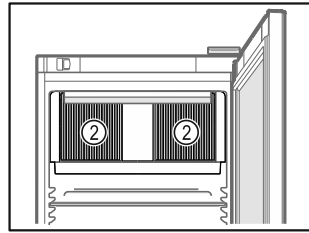

Fig. 57
- Cirkuliuojančio oro ventiliatoriaus vėsinimo plyšiai Fig. 57 (2) viduje turi būti neuždengti.